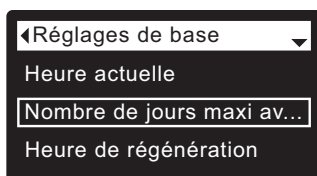

FIG. 47
3. Appuyez sur le SÉLECTEUR (O) pour afficher le menu des réglages de base (cf. Figure 47).
7. Appuyez sur le SÉLECTEUR (O) : l'afficheur revient au menu des réglages de base (Figure 47).